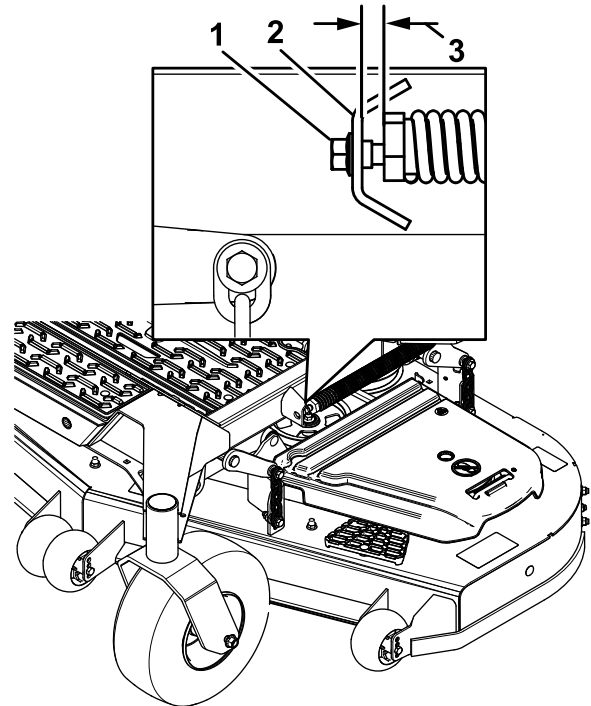

Figure 104
10. Desserrez lentement la vis de réglage sur le ressort d'aide au levage jusqu'à ce que vous puissiez enlever la vis (Figure 104).